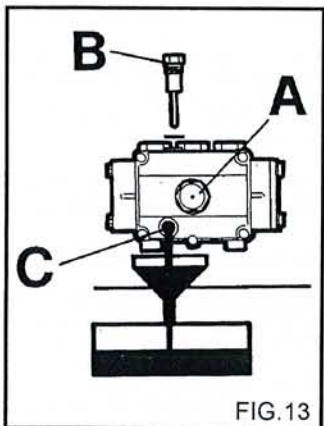

FIG. 13
- 1) Skru opp drens-skruen på undersiden av pumpen (fig. 13 C).
- 2) Bruk peilepinnen til å skru av dekslet (fig. 13).